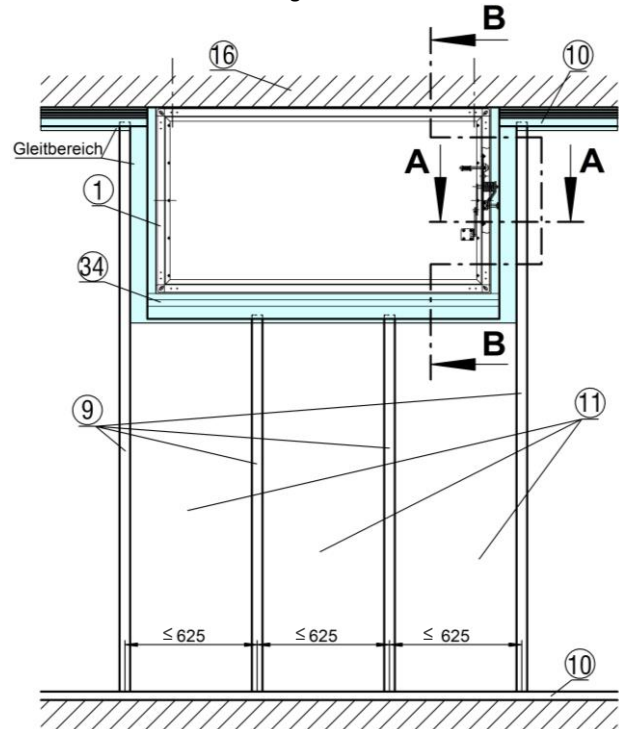

Abbildung 28: Anordnung des Metallständerwerks (dargestellt BxH 1500x800)
Im Gleitbereich (s. Abbildung 28) hat der Einbau der Metallständerprofile nach Wandherstellangaben zu erfolgen. Jegliche Befestigung der Beplankungen dürfen in diesem Bereich nicht vorgenommen werden.
- Einbringen der Mineralwolle (Pos. 11). Diese ist im gekennzeichneten Bereich (Abbildung 28) immer vorzusehen.
- Montage der beidseitigen Beplankungen (Pos. 12). Verschraubungen dürfen im gekennzeichneten Bereich (Gleitbereich; Abbildung 28) nicht vorgenommen werden. Beplankungen und CW-Ständerprofile sind um das Durchbiegungsmaß verkürzt einzubauen. Seitlich sind die Beplankungen bis $2+1$ mm an den Einbausatz GDL heranzuführen. Die Befestigung der Beplankung darf nur in den CW-Ständerprofilen erfolgen, mit einem auf das Durchbiegungsmaß (≥ 10 mm bis ≤ 20 mm) bezogenen Abstand zum UW-Anschlussprofil bzw. U-Profil (Pos. 34.8), um ein einwandfreies Gleiten dieser zu ermöglichen.